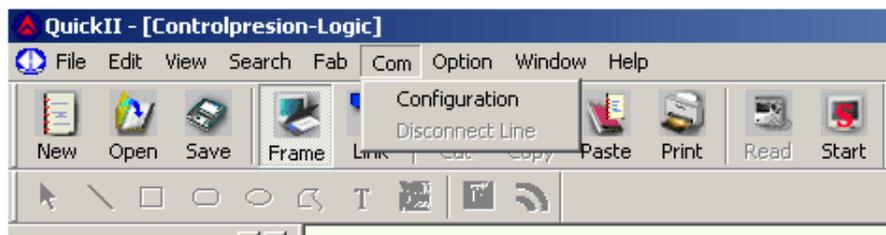

Figura. 6.33. Opción Com en la barra de Menús
3. Una vez visualizado el programa en la PC localizar la opción Com en la barra de Menús como se indica en la figura 6.33: